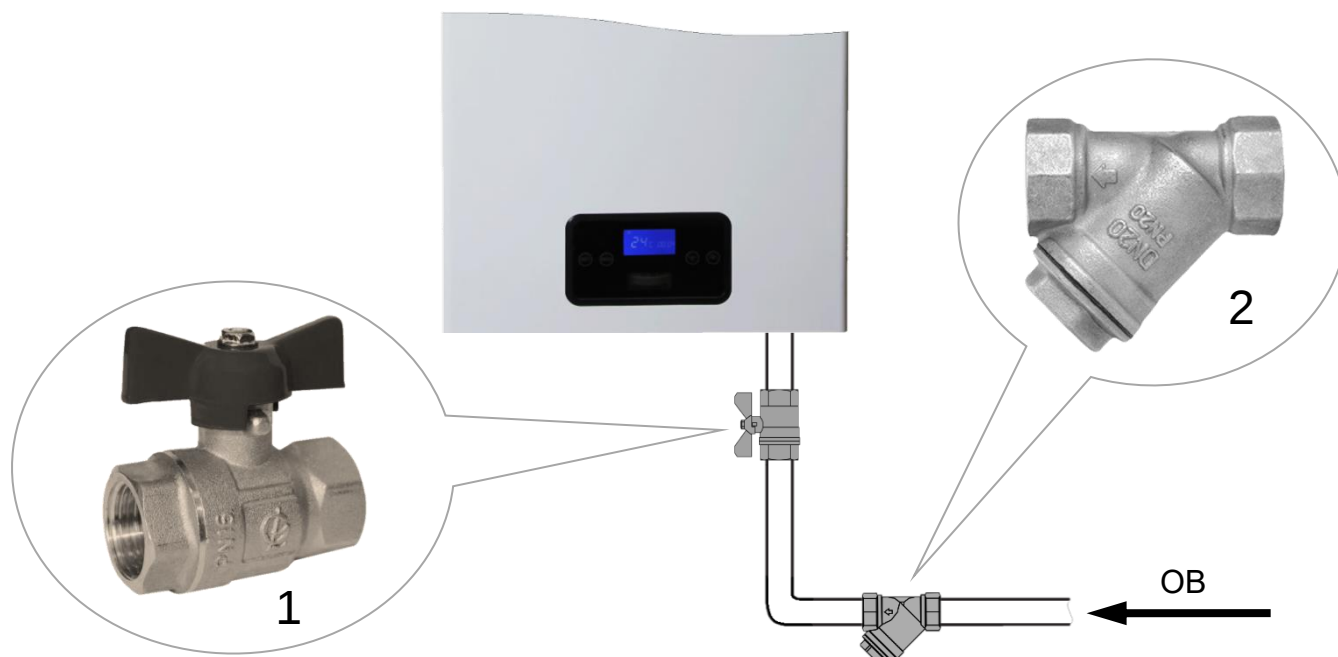

Рис. 19 Монтаж труб системы отопления и водоснабжения.
- Для осуществления ТО котла, **рекомендуется** перед присоединительными патрубками котла установить (смонтировать) запорные краны, которые **должны** быть расположены так, чтобы их поворотные ручки были доступны (См. Рис. 19).
- **Настоятельно рекомендуется** на обратном трубопроводе СО, на входе ОВ в котёл установить косой сетчатый фильтр для очистки ОВ от нежелательных примесей и отложений (См. Рис. 19). Рекомендуется устанавливать фильтр с сеткой (фильтрующим элементом), у которой размеры ячеек 300-500 микрон.